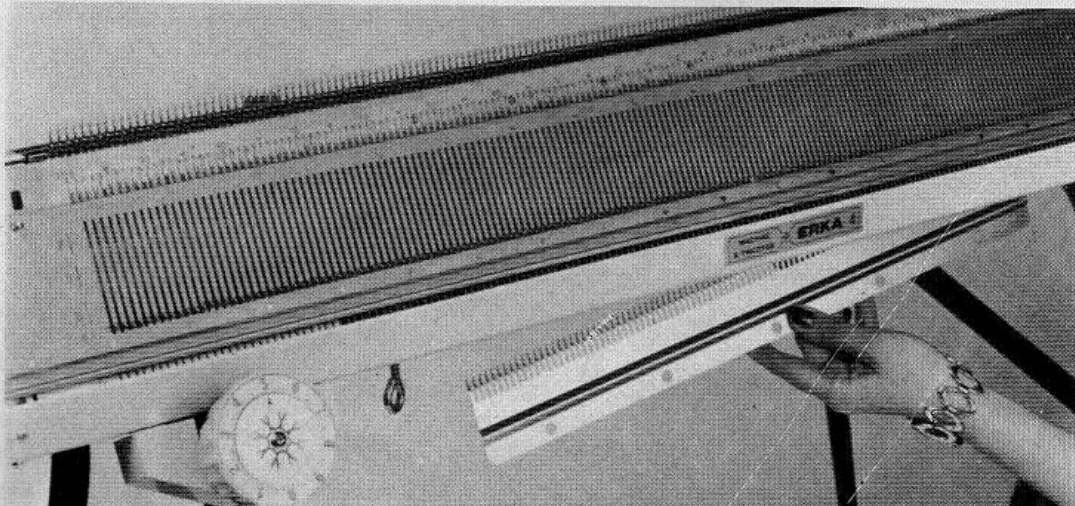

Fig. 28 A
- Positionner le peigne de la main gauche sous la machine (fig. 28 A) après avoir, au préalable, enlevé le jonc.
- L'introduire entre les deux fontures, la nervure de renforcement tournée vers la table et passer de la main droite le jonc dans les œillets du peigne (fig. 28 B).
NOTA : Faire attention de bien passer les œillets entre les aiguilles envers et endroit sans heurter le fil, pour éviter de le faire tomber des crochets des aiguilles (fig. 28 B).